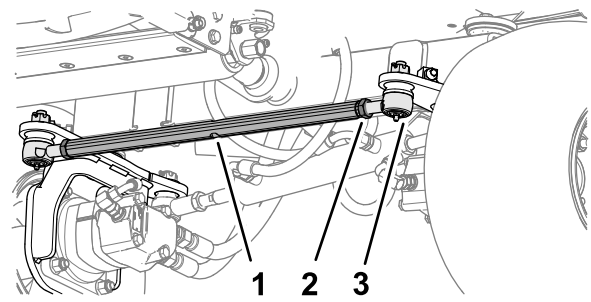

Figura 64
de varilla de acoplamiento al extremo de la varilla (Figura 64).
2. Alinee las ruedas girando la varilla de acoplamiento (Figura 64).
5. Apriete las 2 tuercas autoblocantes para fijar el conjunto de varilla de acoplamiento y los extremos de la varilla (Figura 64).